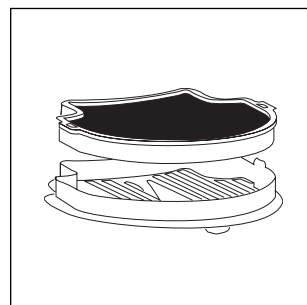

Fig. 16
- Extrayez le filtre arrière (fig. 16).